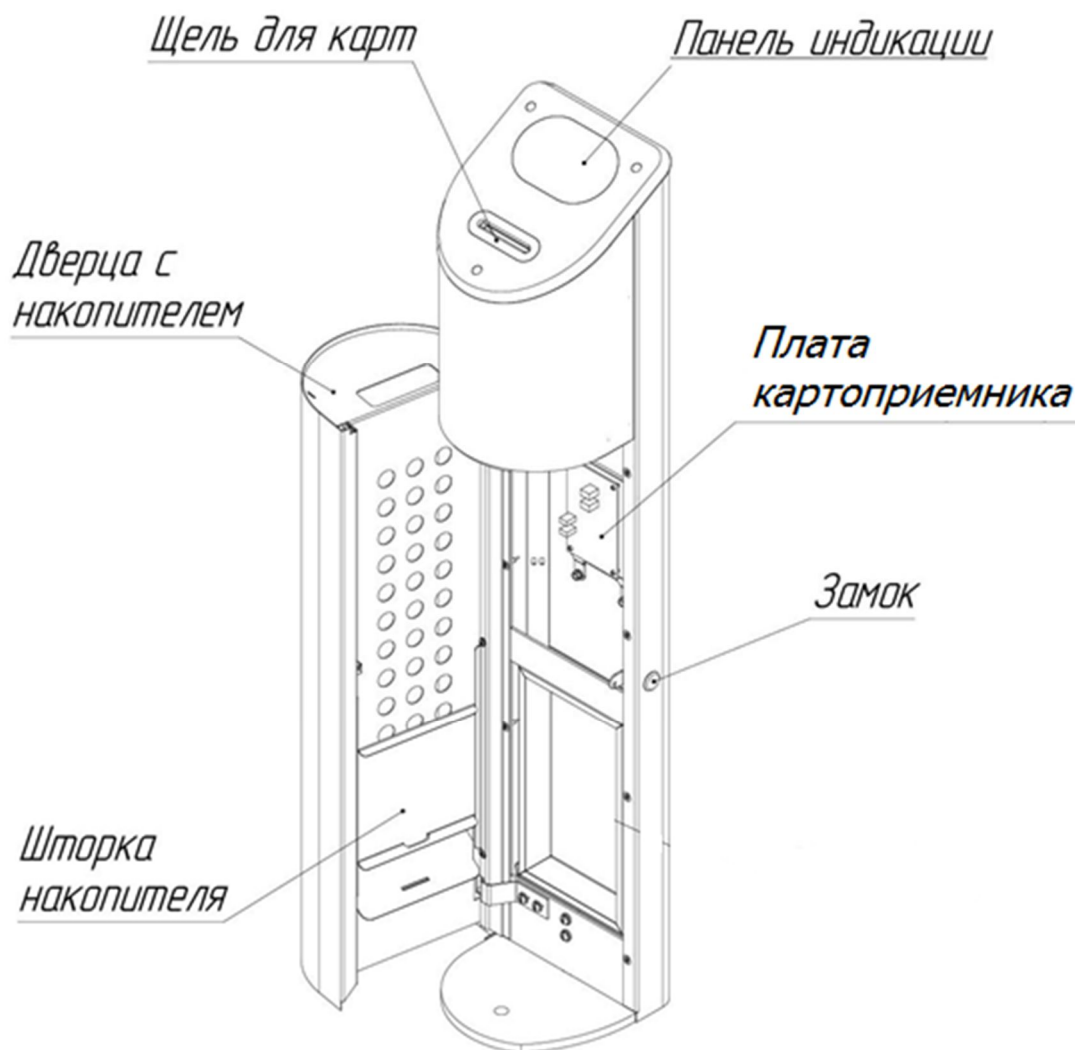

Рис. 1. Общий вид картоприемника
Подключите БП к сети ~220В и включите его. Картоприемник издаст звуковой сигнал, на панели индикации (рис. 1) загорится красный крест. Картоприемник готов к работе.
- откройте дверцу картоприемника с помощью ключа (рис. 1);
7.3.1. Откройте замок дверцы картоприемника с помощью ключа (рис. 1).